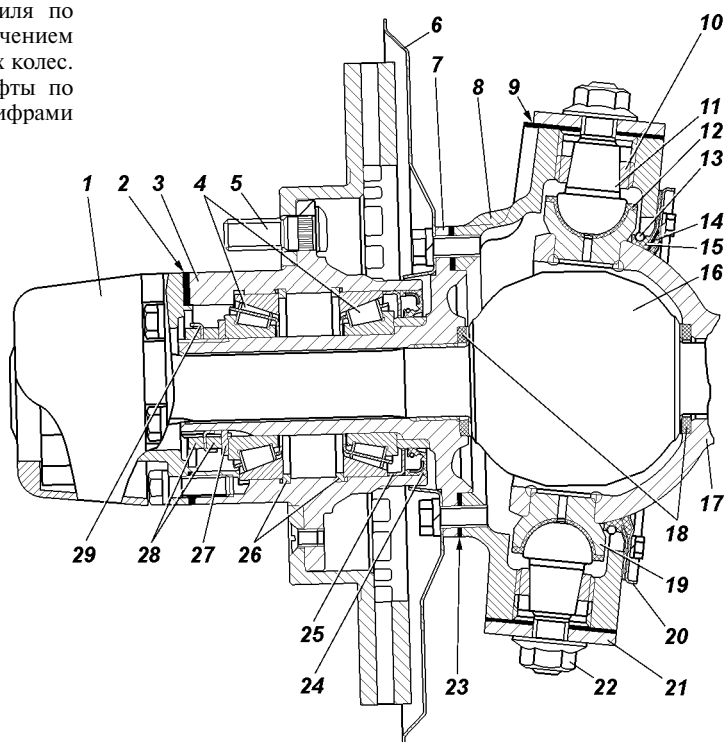

Рис. 9.12. Поворотный кулак и ступица:
На рис. 9.12 представлен поворотный кулак переднего моста, оснащенный шарнирами равных угловых скоростей типа "Бирфильд" и шаровыми шкворневыми узлами.
Добавление смазки в сферические шкворни и в шаровые опоры с шарнирами типа "Бирфильд" (см. рис. 9.12 и 9.21) в процессе эксплуатации не требуется. При ремонте смазка заменяется. **Применяйте только рекомендованные смазки.** (Для смазывания шарниров равных угловых скоростей типа "Бирфильд" используйте смазки ШРУС-4, ШРУС-4М или импортные аналоги).
Регулировка затяжки шаровых шкворней (см. рис. 9.12) поворотного кулака на заводе производится с предварительным натягом вдоль общей оси шкворней.
2. Заворачивайте зажимные втулки до упора шкворней во вкладыши с обеих сторон, обеспечив при этом равенство размеров А и Б (рис. 9.14) от торцев корпуса 8 (см. рис. 9.12) поворотного кулака до сферы шаровой опоры 17. Допускается неравенство размеров А и Б (см. рис. 9.14) не более 0,2 мм. Для получения достаточной точности измерения размеров А и Б следует проводить в плоскости В.
5. Установите накладки 21 (см. рис. 9.12) с прокладками 9 и затяните гайки 22 с крутящим моментом 80-100 Н·м (8-10 кгс·м).
Крутящий момент поворота шаровой опоры 17 (см. рис. 9.12) (или корпуса 8 поворотного кулака, если шаровые опоры не отсоединялись от кожуха полуоси) в любую сторону относительно общей оси шкворней должен быть в пределах 10-25 Н·м (1,0-2,5 кгс·м).